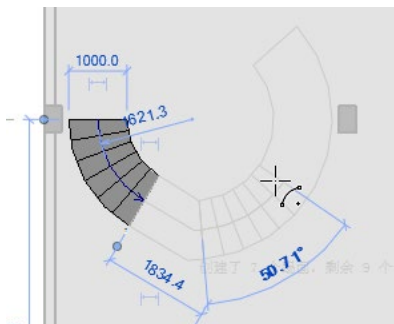

图 12-20 确定第一梯段终点
(4) 单击鼠标左键确定第一个梯段终点，继续移动鼠标指针单击指定第二个梯段起点，此时系统自动创建平台，默认平台深度等于梯段宽度，如图 12-20 所示。